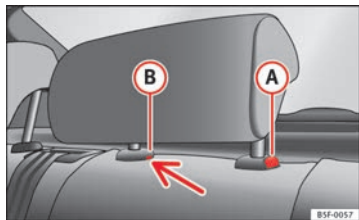

Abb. 76 Mittlere Kopfstütze hinten: Einriegelungspunkt
- Zum Absenken der Kopfstütze drücken Sie die Taste  ⇒ Abb. 76 und schieben Sie die Kopfstütze nach unten.
- Drücken Sie auf die Taste  ⇒ Abb. 76 und ziehen Sie gleichzeitig die Kopfstütze aus der Lehne heraus ⇒ .